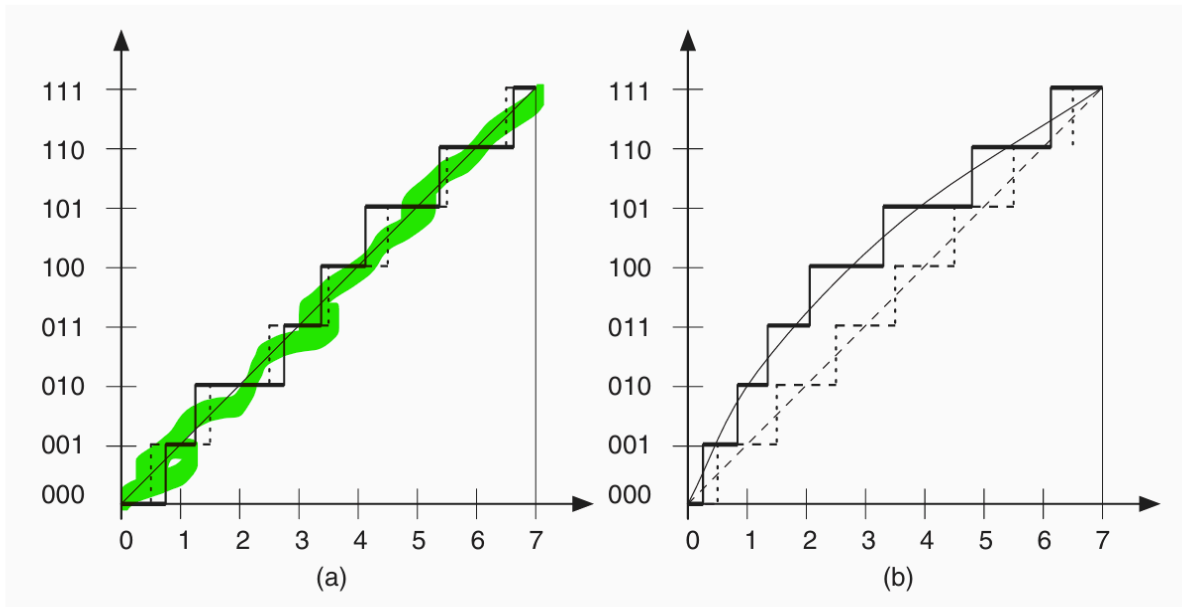

Figure 2.3. Input-output transfer characteristic of a real data converter.
- INL的定义中理想插值线的意思是什么，包括图2.3中的插值曲线，我不理解插值线是怎么定义来的？
interpolating curve 是一个分辨率为无限的adc的传输特性曲线。它实际上是一根从0到vref的gain为1的曲线。一个分辨率有限但是理想的adc，其传输特性曲线是图2.3(a)中虚线所示的台阶形态。台阶的上升沿的中点应该都在interpolating curve上。在图b中，实线所示的是一个实际的adc的传出特性曲线。把这条曲线的中点取出来，然后进行polyfit就能得到细实线所示的曲线。
每个code偏离理想adc传输特性曲线的情况。也就是图2.3 b中曲线到虚直线之间的距离。左边的图是曲线和adc实际传输特性曲线的起点和终点之间的连线之间的差。